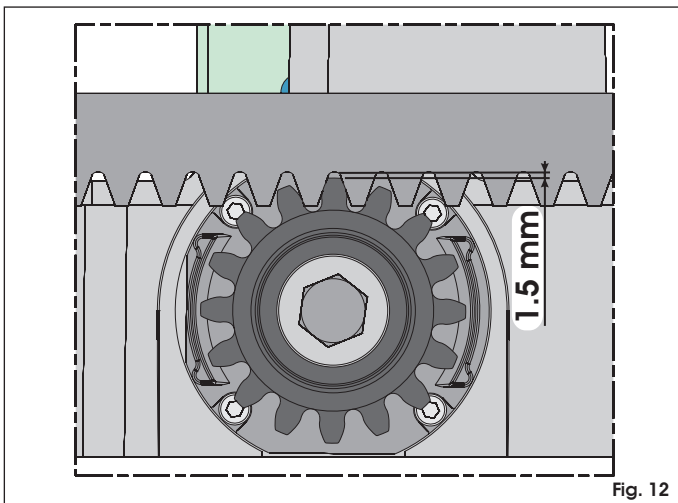

Fig. 12
**⚠ Bij een nieuw te installeren poort moet deze speling (fig. 12) een aantal maanden na installatie worden gecontroleerd.**